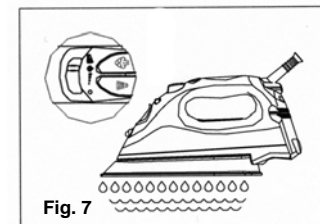

Fig. 7
La Plancha Profesional Ligera de SHARK está equipada con un **interruptor electrónico automático** que apaga la plancha si es que se ha dejado inmóvil **aproximadamente 7 a 9 minutos** en cualquier posición (de costado, sobre su base o vertical sobre su talón). Una luz roja destellará en el panel cuando la plancha se apague sola. (Fig.7) Para volver a encender la plancha, sacuda la plancha varias veces hacia los costados hasta que la luz de encendido se vuelva a iluminar y luego vuelva a ajustar la temperatura al nivel deseado.
5. Gire el control de vapor variable totalmente hacia la derecha a la configuración de auto-limpieza y mantenga la plancha en posición horizontal sobre el fregadero. (Fig. 7)